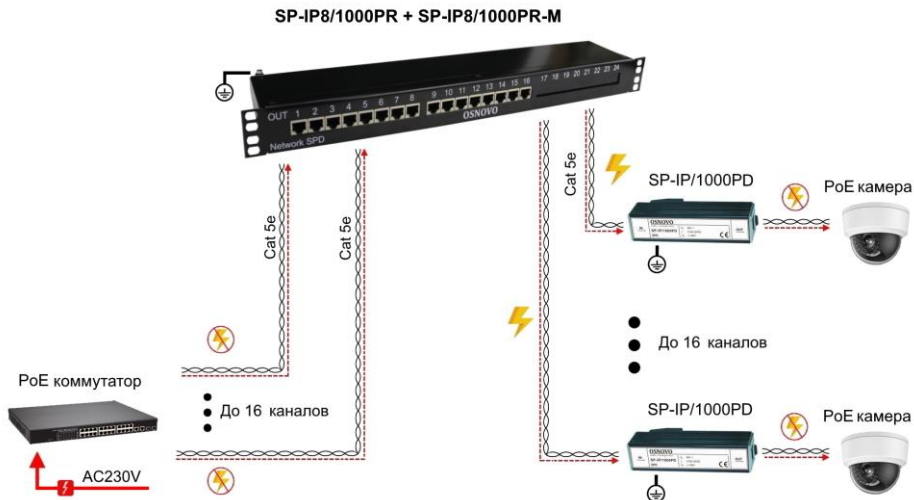

Рис.4 Схема подключения устройства грозозащиты на примере SP-IP8/1000PR + SP-IP8/1000PR-M
- Для повышения защищенности оконечных устройств от повреждения рекомендуется использовать грозозащиту с каждого конца линии (Рис.4).